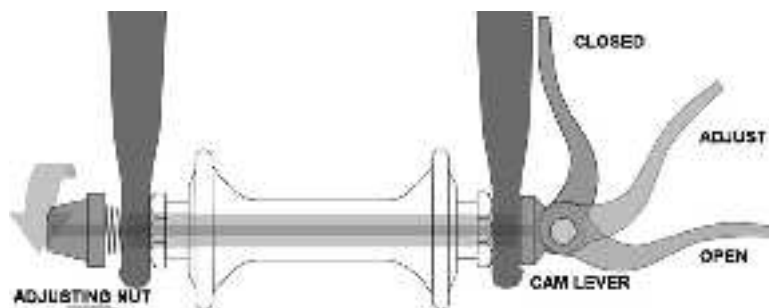
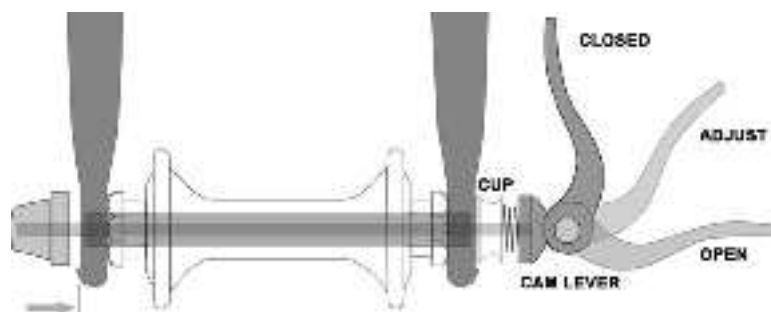

Abb. 16
Abb. 17
1. Eine Hohlachse, durch die eine Welle („Spannwelle“) mit einer einstellbaren Spannmutter an einem Ende und einem Spannhebel am anderen Ende läuft (Abb. 16, 17)
Gegenwärtig gibt es zwei Arten von Klemmvorrichtungen: das traditionelle Schnellspannsystem (Abb. 16) und das Achsmuttersystem (Abb. 17) Beide nutzen eine Klemmwirkung, um das Rad des Fahrrads Festzuklemmen.
### **Einstellen des Nocken-und-Gehäuse-Mechanismus (Abb. 17)**
(1) Wenn Ihr Fahrrad über eine Vorderradbefestigung mit Schnellspannhebel verfügt, bewegen Sie den Hebel aus der Verriegelungsstellung oder Stellung ZU in die Stellung AUF (Abb. 16, 17). Wenn die Vorderradbefestigung Ihres Fahrrades mit einer Durchsteckschraube erfolgte oder es eine Achsmutter hat, lösen Sie die Befestigung(en) mit einigen Umdrehungen im Uhrzeigersinn und mit einem geeigneten Schraubenschlüssel, einem Schlossschlüssel oder dem integrierten Hebel.
(2) Wenn Ihre Vordergabel über eine sekundäre Haltevorrichtung mit Aufklemmung verfügt, lösen Sie diese. Wenn Ihre Vordergabel über eine integrierte sekundäre Haltevorrichtung und ein traditionelles Achsmuttersystem (Abb. 16) verfügt, lockern Sie die Spannungseinstellmutter weit genug, um das Rad aus den Auslassungen entfernen zu können. Wenn Ihr Vorderrad ein Achsmuttersystem verwendet (Abb. 17), drücken Sie das Gehäuse und den Hebel zusammen, während Sie das Rad abnehmen. Bei dem Achsmuttersystem muss kein Teil gedreht werden.
(1) Wenn Ihr Fahrrad über eine Vorderradbefestigung mit Achsmuttersystem verfügt, bewegen Sie den Hebel vom Rad weg (Abb. 17). Das ist die Stellung AUF. Wenn Ihr Fahrrad über ein Schnellspannachssystem verfügt, gehen Sie weiter zum nächsten Schritt.
(2) Führen Sie das Rad bei nach vorn weisender Gabel so zwischen die Gabelstreben ein, dass die Achse fest oben an den Gabelausfallenden sitzt. Der Hebel, falls vorhanden, sollte sich auf der linken Fahrradseite befinden (Abb. 16, 17). Wenn Ihr Fahrrad eine sekundäre Haltevorrichtung mit Aufklemmung hat, schließen Sie sie an.
(3) Wenn Sie ein herkömmliches Achsmuttersystem haben: Halten Sie den Maulschlüssel mit der rechten Hand in der EINSTELLUNGS-Position, ziehen Sie die Spannungseinstellmutter mit der linken Hand fest, bis sie fest am Gabelausfallenden anliegt (Abb. 16). Wenn Sie ein Schnellspannsystem haben: die Mutter und das Gehäuse (Abb. 17) werden im ausgesparten Bereich der Gabelausfallenden eingerastet sein und es sollte keine Einstellung erforderlich werden.
(4) Während Sie das Rad ganz nach oben in die Aussparungen in den Gabelausfallenden drücken und gleichzeitig die Felge in der Gabel zentrieren
ZU (Abb. 16, 17). Der Hebel sollte jetzt parallel zu den Gabelbeinen sein und zum Rad hin geneigt sein. Um genügend Klemmkraft aufzubringen, sollten Sie mit Ihren Fingern die Gabelbeine fest umfassen, um eine Hebelwirkung zu erzielen, und der Hebel sollte dabei einen deutlichen Abdruck in Ihrer Handfläche hinterlassen.
Einige Fahrräder sind mit einer Sattelklemme ausgestattet. Die Sattelklemme funktioniert genau wie das traditionelle Schnellspannsystem (6.A). Während die Befestigung wie eine lange Schraube mit einem Hebel an einem Ende und einer Mutter am anderen Ende aussieht, verwendet die Befestigung eine überzentrierte Wirkung, um die Sattelstütze sicher festzuklemmen (Abb. 16).